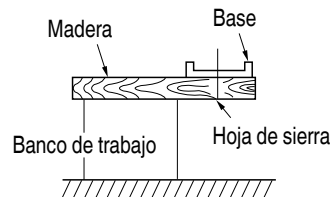

Fig. 5
7. Prepare un banco de trabajo de madera (Fig. 5)